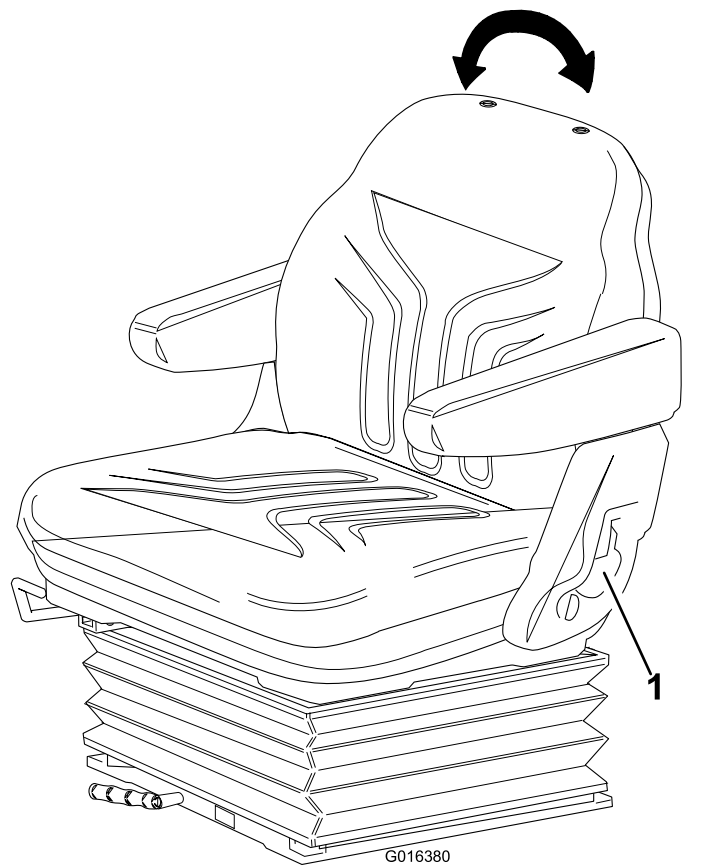

Bild 25
- **Rückenlehneneinstellung:** Ziehen Sie den Griff nach außen, um den Winkel der Rückenlehne anzupassen. Lassen Sie den Griff los, damit die Rückenlehne in der gewünschten Stellung einrastet (Bild 25).